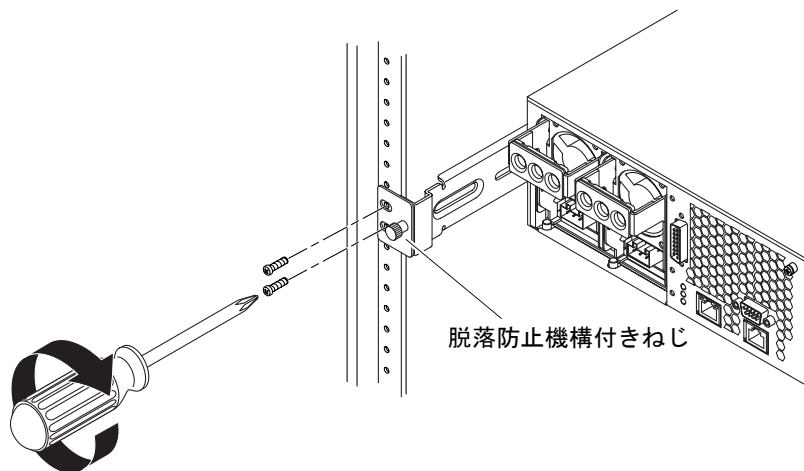

図 3-5 ラックへのサーバー背面の固定
9. ラックの背面で、脱落防止機構付きねじを使用して、サーバーに取り付けた背面固定部品に 2 つの背面固定フランジを取り付けます (図 3-5 を参照)。
10. 各固定部品にねじを 2 本ずつ使用して、背面固定部品をラックの背面に固定します (図 3-5 を参照)。